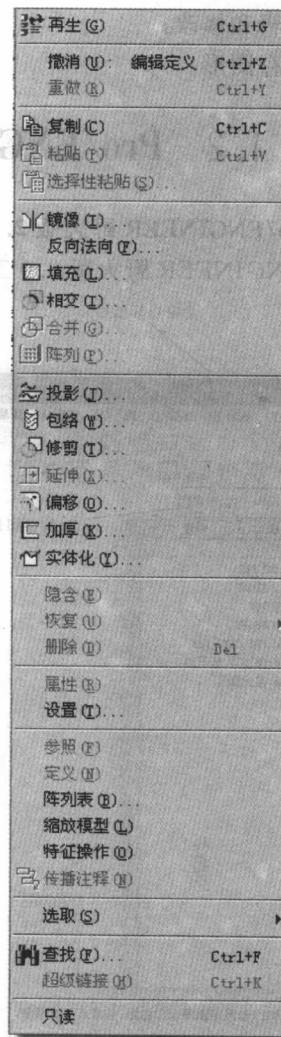

图 1-3 【编辑】菜单
- (2) 编辑：包括对模型进行操作的命令，主要用于对所建立的特征进行编辑管理，如图 1-3 所示。